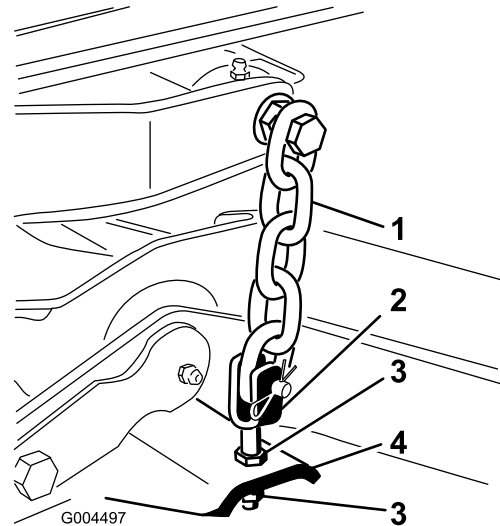

Bild 65
7. Stellen Sie die Klemmmuttern ein, mit denen die hinteren Mähwerkabeln bzw. -ketten befestigt sind, um das Mähwerk hinten anzuheben, sodass die Messerneigung auf 8 mm eingestellt ist (Bild 65).